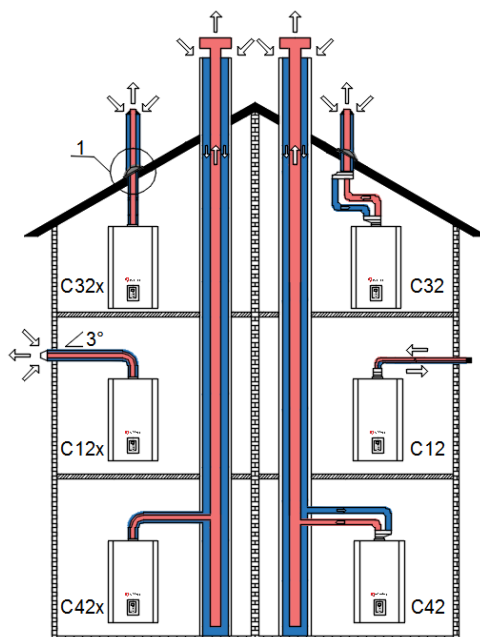

Рис. 12 Типы систем дымоотведения C12, C32, C42
Примечание: Проход дымохода через кровельные конструкции должен быть изолирован негорючими материалами с обустройством противопожарной разделки. [1] (Рис. 12).
- При горизонтальной прокладке коаксиального дымохода необходимо обеспечить его уклон наружу здания под углом 3° (см. Рис. 12) для обеспечения естественного стока конденсата.